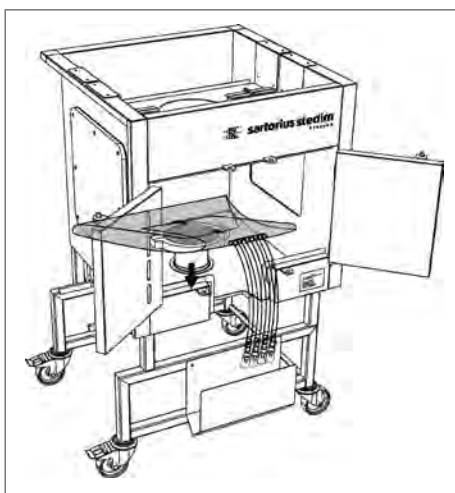

Fig. 49
9. Introduzca la bolsa plegada en el Palletank® a través de la abertura frontal e introduzca el mandril magnético con su alineador en la interfaz propulsor-bolsa (ver Fig. 49).